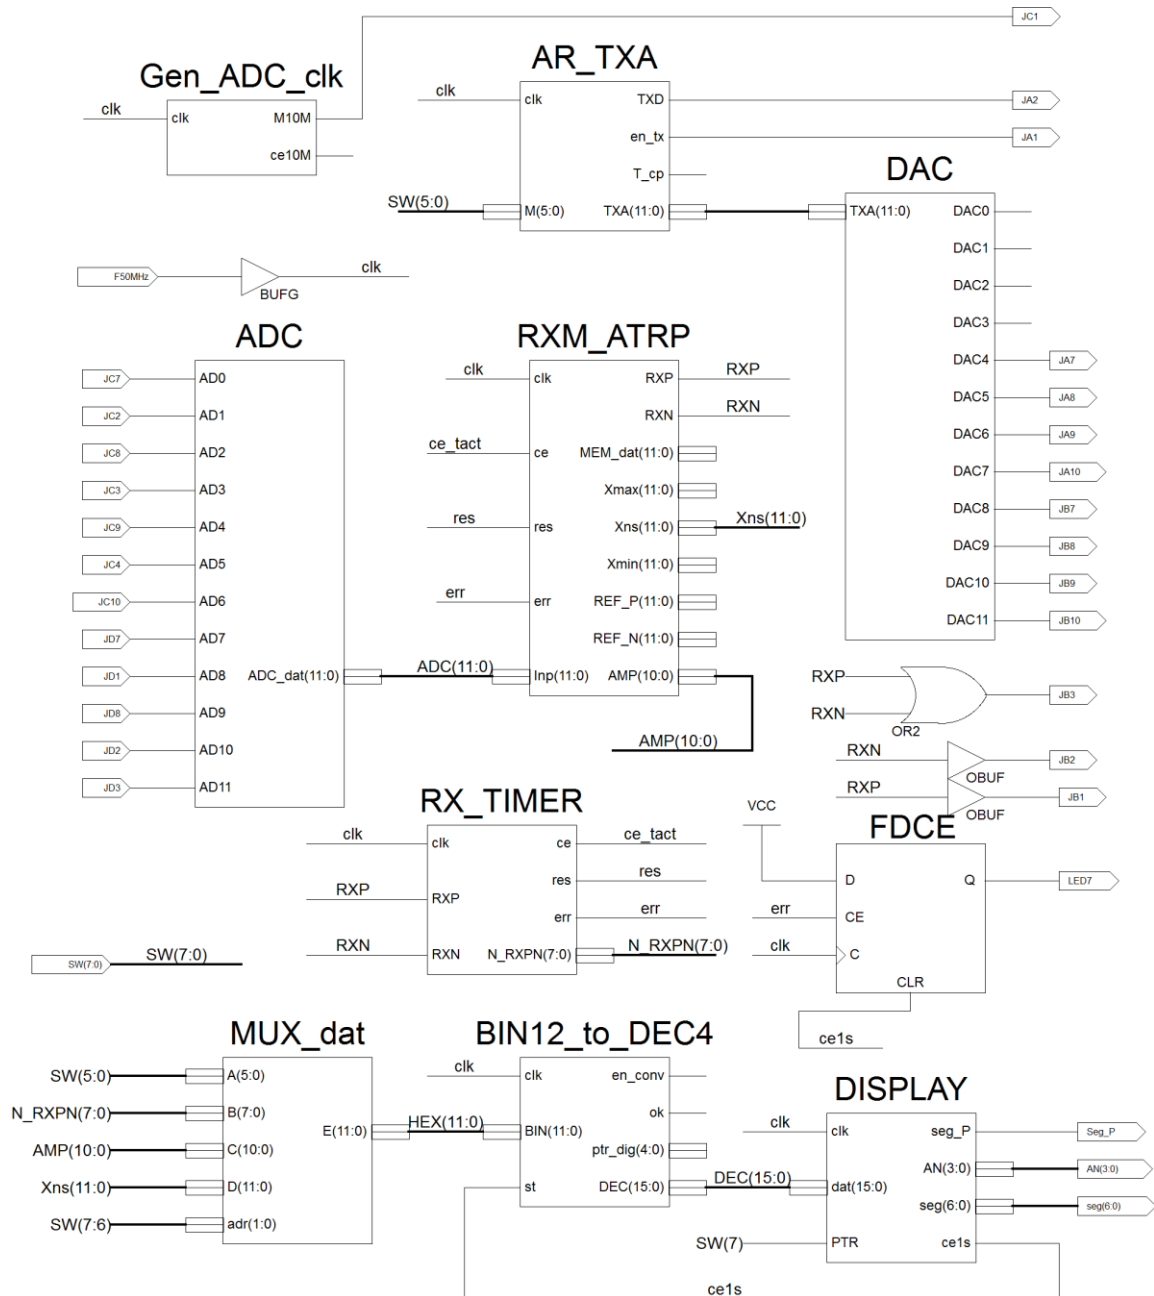

Рис.4 Схема лабораторной работы S_Sch_Lab405ADC
3.3 Начертить в тетради схему лабораторной работы рис.4.
4.3 Создать Verilog модули и символы всех компонент схемы рис.4.
5.2 При работе в Schematic на листе схемы S_Sch_Lab405ADC разместить все необходимые символы и соединить их в соответствии с рис.4.